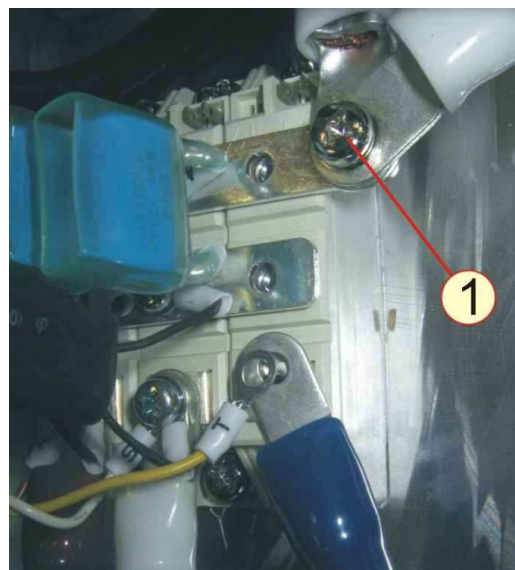

Рисунок 6.30
6.11.4 Выкрутить винт 1 на шине «-» (рисунок 6.30). Положить винт в тару.